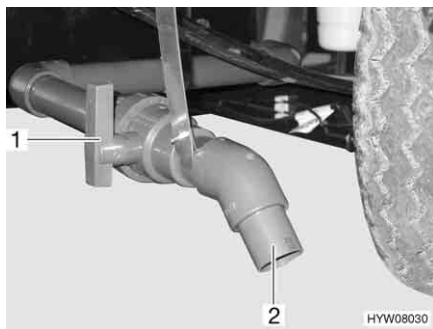

Fig. 100 Leva di comando e tubo di scarico del serbatoio delle acque grigie
Per lo scarico delle acque grigie, a seconda del modello, sul lato destro o sinistro del veicolo si trovano un rubinetto di scarico (Fig. 100,1) e un tubo di scarico (Fig. 100,2) con collegamento per il tubo di gomma per lo scarico.
- Fissare il tubo di gomma per lo scarico al tubo di scarico (Fig. 100,2).
- Aprire il rubinetto di scarico. A questo scopo ruotare la leva di comando (Fig. 100,1) del rubinetto di scarico di un quarto di giro. La leva di comando è posizionata orizzontalmente oppure nel senso della lunghezza rispetto al tubo di scarico. Le acque grigie fuoriescono.
- Dopo il deflusso completo delle acque grigie, richiudere il rubinetto di scarico. A questo scopo ruotare la leva di comando (Fig. 100,1) del rubinetto di scarico di un quarto di giro. La leva di comando è posizionata verticalmente oppure trasversalmente rispetto al tubo di scarico.